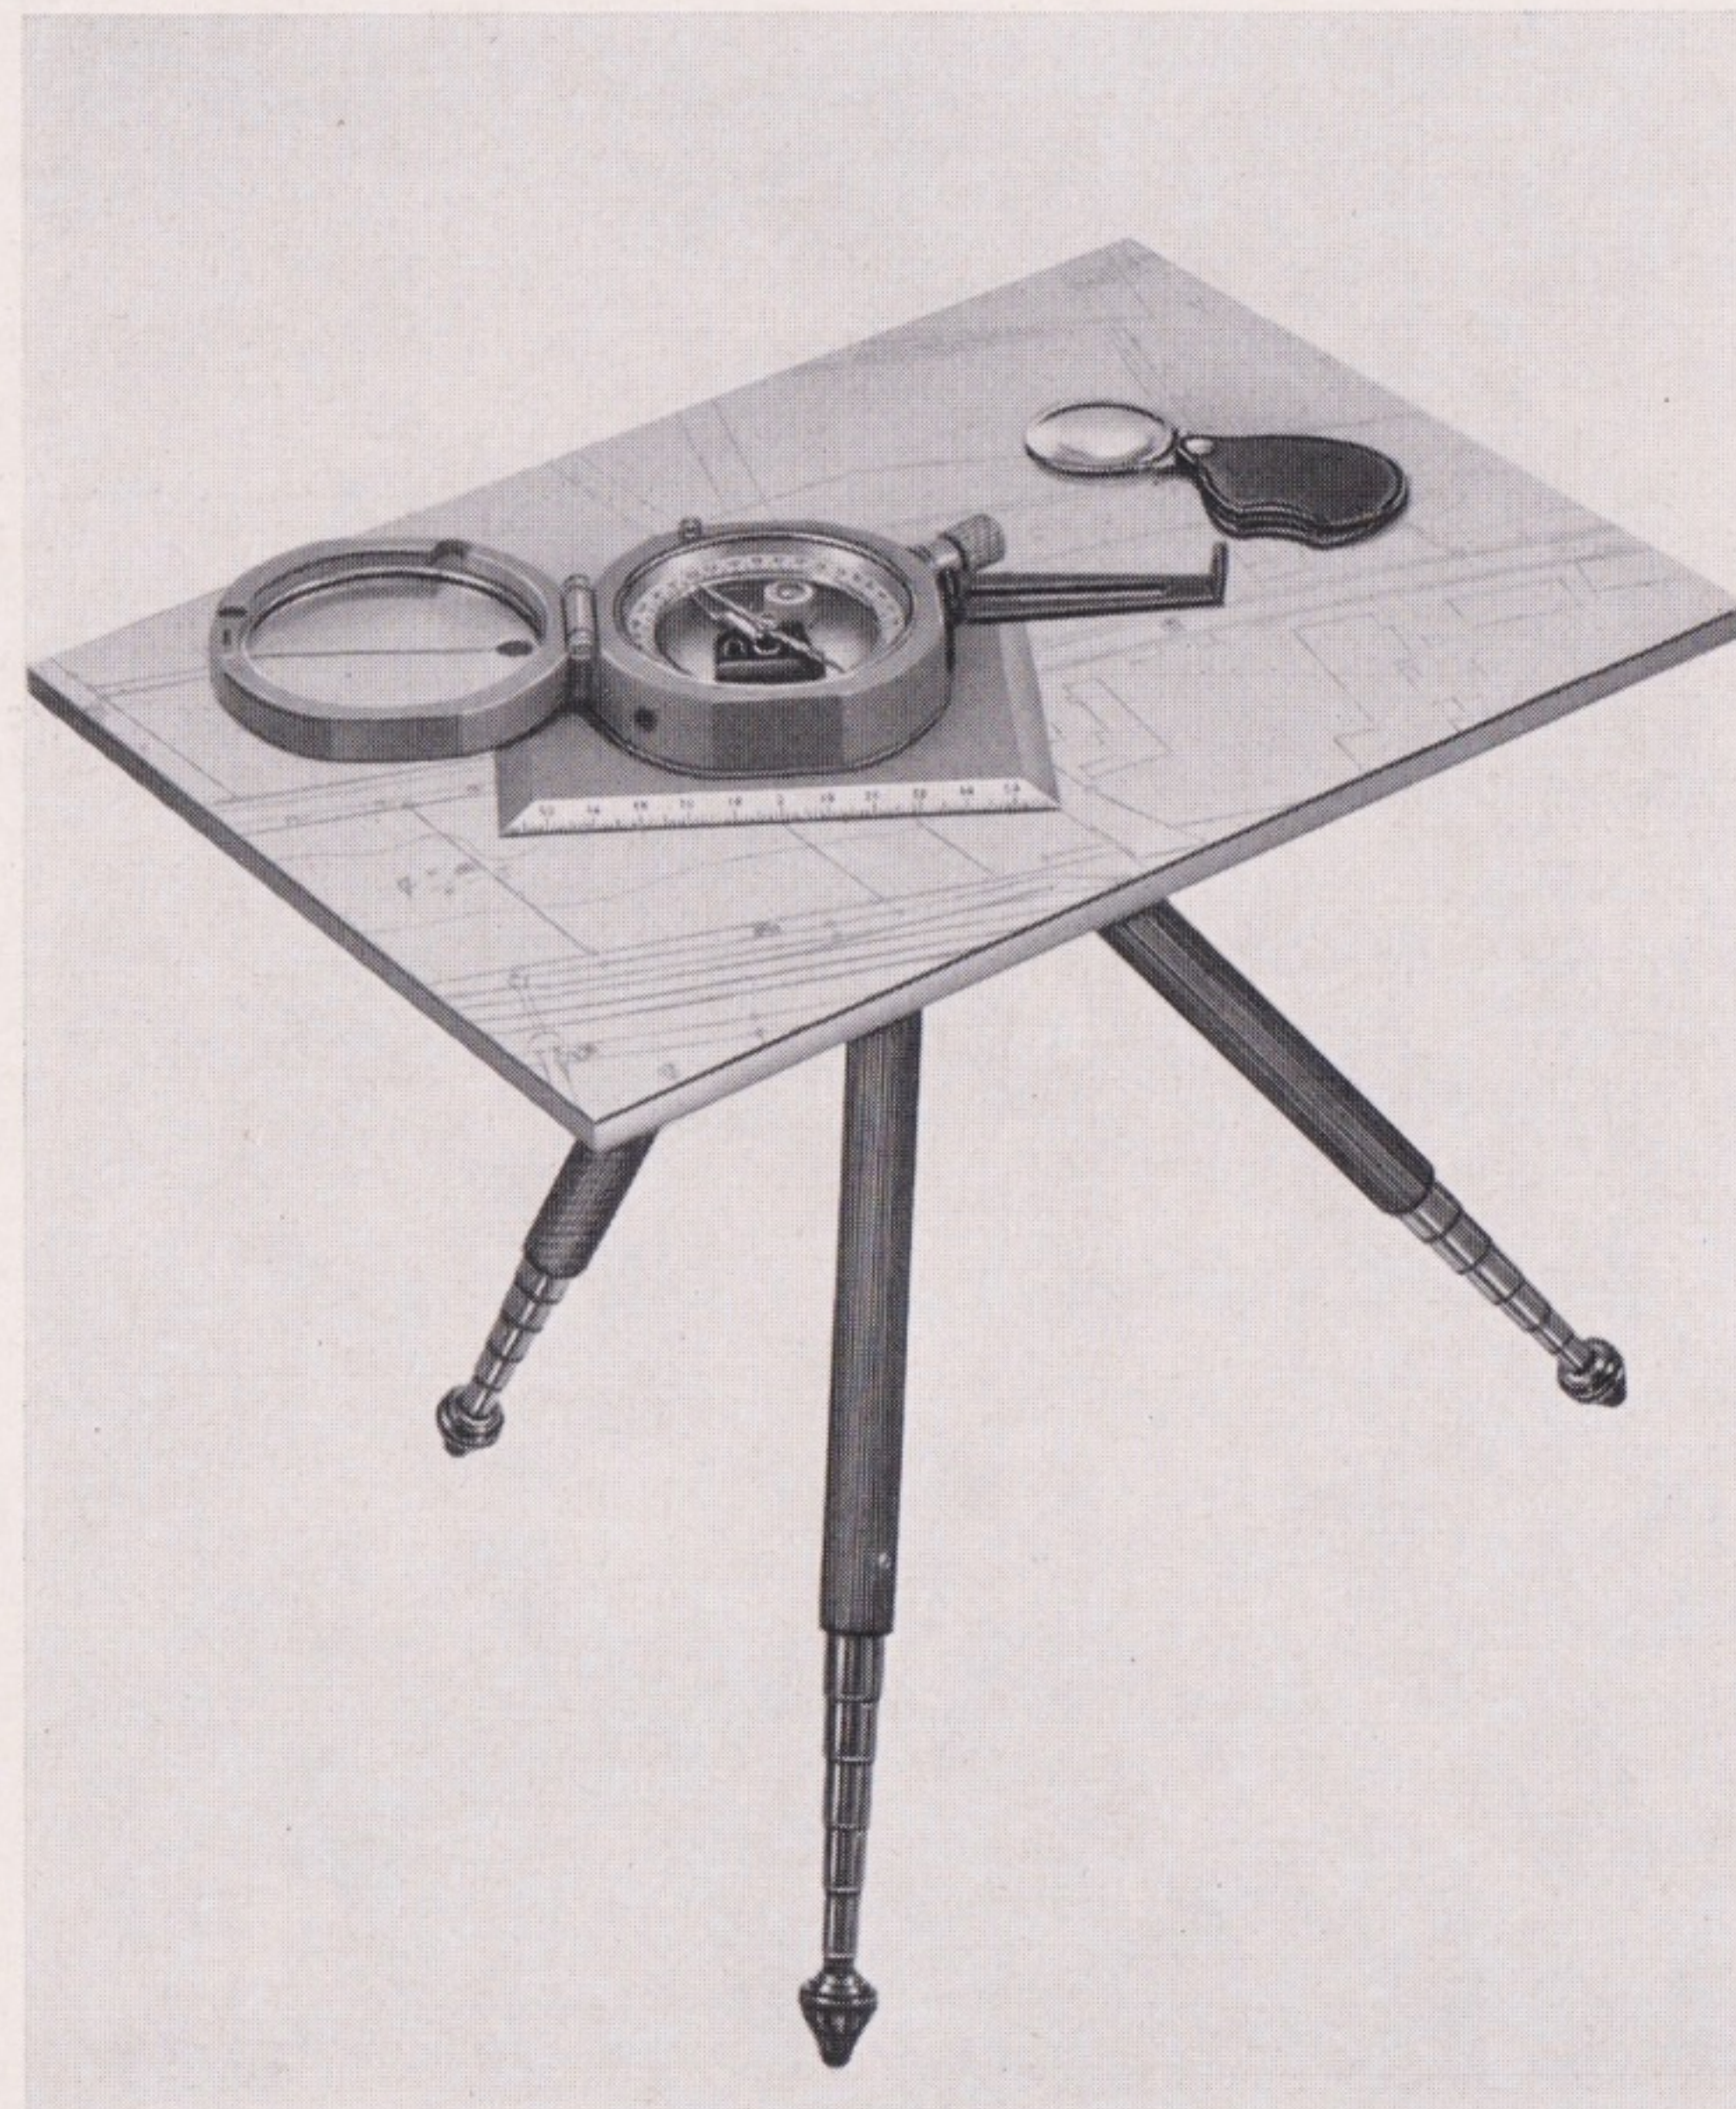

Bild 5
Durch Aufschrauben des Bruntonkompasses auf die Zulegeplatte (4) wird das Instrument für Zulegearbeiten geeignet. Die Parallelität von Anlegekanten und Ziellinie des Kompasses wird wieder durch Einrasten des Schnappers in die Bohrung gewährleistet. Die Kanten der Zulegeplatte sind in Millimeter geteilt. Die Teilung zählt vom Zentrum des Kompasses nach beiden Richtungen 60 mm. Der Kompaß ist in dieser Form als Diopterinstrument für Meßtischarbeiten verwendbar (Bild 5).